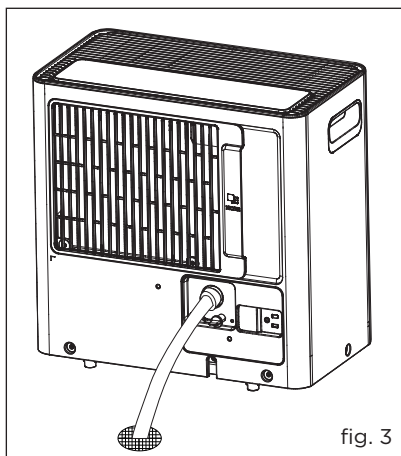

fig. 3
- g. Placez l'extrémité du tuyau dans le drain. (fig. 3)